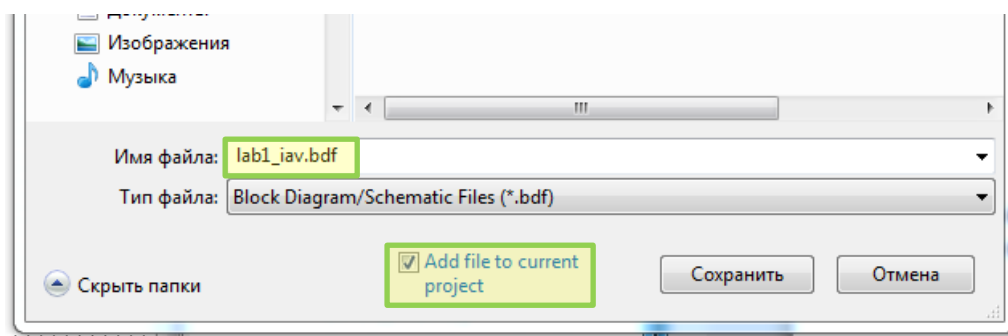

Рис. 25 Сохранение проектного файла
5.2. Сохраните файл со схемой **File -> Save As** с именем **lab1_iav.bdf**. Пакет по умолчанию предлагает имя файла с именем проекта и расширением, которое определяется выбранным типом проектного файла (рис. 25). По умолчанию опция '**Add file to current project**' включена и при сохранении созданный файл автоматически подключится к текущему проекту.